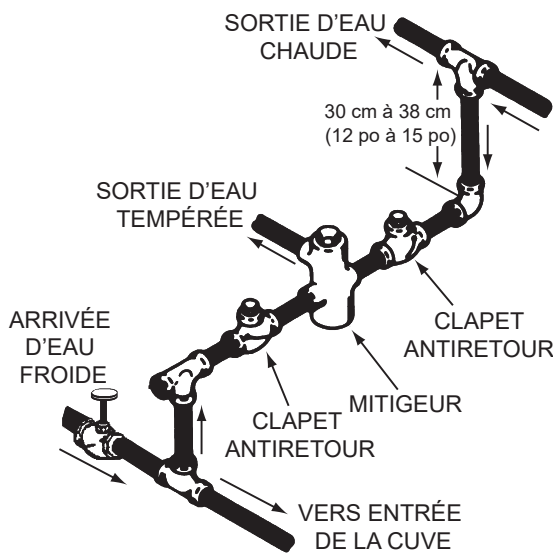

Figure 5. Mitigeur
**En plus d'utiliser le réglage de température le plus bas répondant aux besoins de l'installation, il est possible d'installer un dispositif tel qu'un mitigeur thermostatique de point d'utilisation, par exemple, sur les robinets d'eau chaude utilisés par ces personnes afin de réduire la température de l'eau. Voir Figure 5 (page 16).**